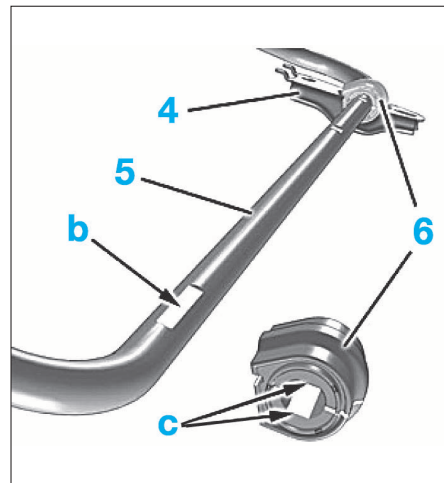

FIG. 15
! Positionner la barre de façon à avoir le détrompeur de couleur sur la droite. Le positionnement latéral et horizontal est réalisé par deux méplats "c" à l'intérieur du palier (6) et des empreintes "b" sur la section de barre stabilisatrice (Fig.15).